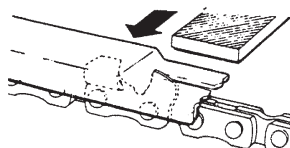

Fig. 44
- 3) Placez la jauge de contrôle sur le maillon-gouge. Si le limiteur de profondeur dépasse de la jauge, mettez-le à niveau par rapport à la partie supérieure de la jauge de contrôle. Limitez toujours de l'intérieur de la chaîne vers un maillon-gouge extérieur. (Fig. 44)